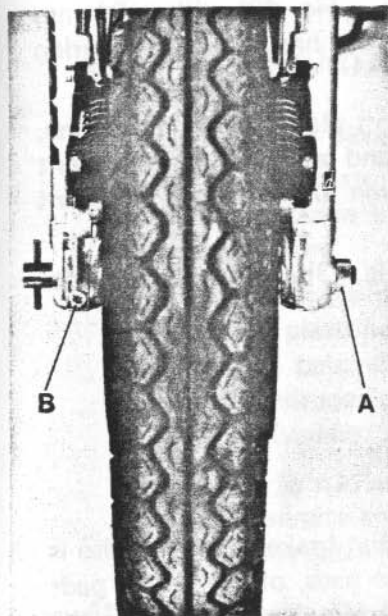

Fig. 43
- 4) Svitare con una chiave ad occhio da 24 il dado (A - Fig. 43) del perno della ruota.
- 5) Allentare con una chiave da 13 mm, il bullone trasversale posto all'estremità inferiore del fodero destro (B - Fig. 43), sfilare il perno della ruota e togliere il distanziale sinistro.
- 4) Unscrew the nut (A - Fig. 43) from the front wheel spindle, with a 24 mm ring spanner.
- 5) Loosen the securing bolt located at the bottom of right lower fork leg (B - Fig. 43), with a 13 mm spanner, slide the wheel spindle off and remove the spacer.
- 3) Posizionare il distanziale sinistro ed infilare il perno, serrando il dado (A - Fig. 43) con la chiave da 24 mm; serrare i bulloni di fissaggio della pinza freno.
- 5) Serrare il bullone trasversale (B - Fig. 43) e avvitare la trasmissione del contachilometri.
- 3) Replace the spacer and refit the wheel spindle tightening nut (A - Fig. 43) with a 24 mm spanner. Tighten the brake caliper securing bolts.
- 5) Tighten bolt (B - Fig. 43) and refit the speedometer drive.